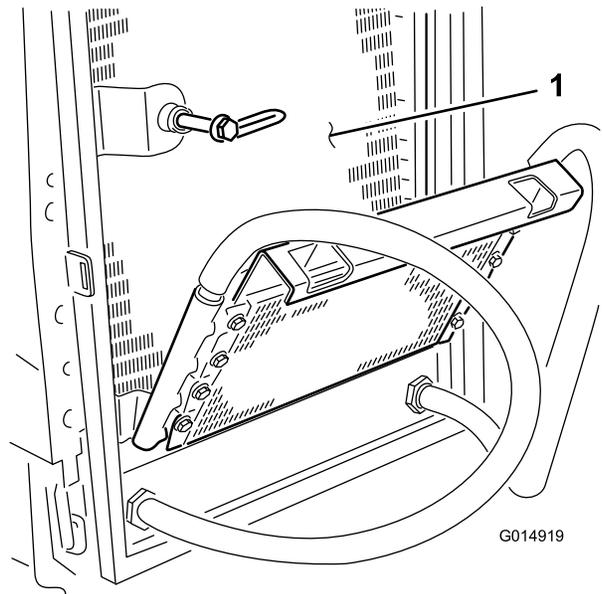

Figura 43
- 8. Limpie a fondo ambos lados del enfriador de aceite. Después de limpiar el radiador y los enfriadores de aceite, limpie cualquier residuo que puede haberse acumulado en otras partes de la máquina (Figura 43) con aire comprimido.